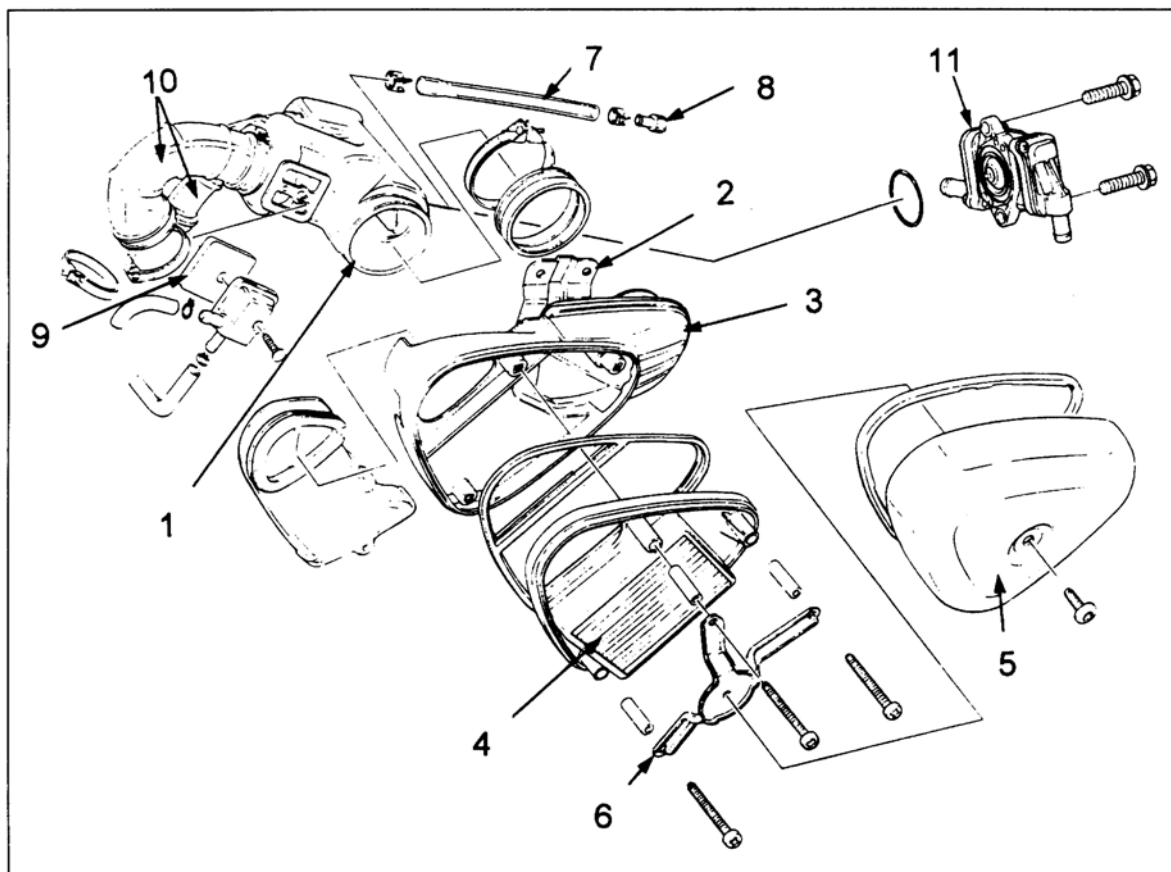

Bild 36
- Ansaugkanal-Schlauchbänder ⑩ Bild 36 an den Vergasern lockern und Ablass-Schlauch der Luftfilterkammer ⑦ vom Rahmen abnehmen.